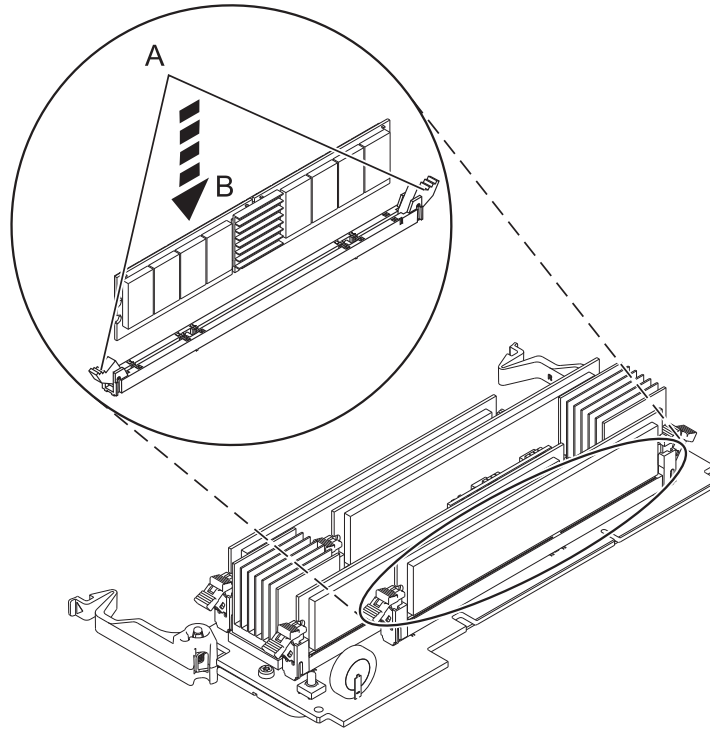

図 11. メモリー・モジュールの取り替え
12. 新しいメモリー・モジュールを取り付ける前に、26 ページの図 11 に示すように、コネクター・ロッキング・タブ (A) を押して開き、ロック解除位置にしてあることを確認します。
13. メモリー・モジュール (B) の両端を慎重につかみ、コネクターの位置に合わせます。